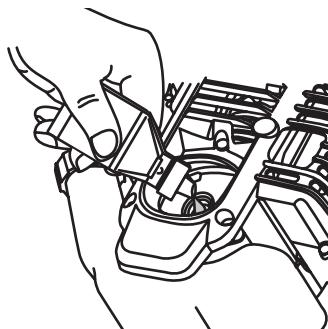

Fig. 43
**NOTA:** Use la botella y la boquilla que guardó del uso inicial para medir la cantidad correcta. El nivel de 90 ml (3,04 onzas) está aproximadamente en la parte superior de la etiqueta de la botella (Fig. 43). Mida el nivel con la varilla de medición. Si el nivel está bajo, agregue una pequeña cantidad de aceite y vuelva a medir (Fig. 43). No lo llene demasiado.